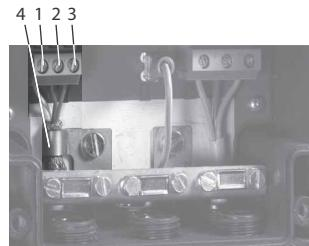

图 5 GENIbus 连接
参阅图 5，位置 4。
- 松开地线夹（图 5，位置 4）。
- 将导线连接到接线端子 A、Y 和 B（图 5，位置 1、2 和 3）。
- 连接地线夹下方的屏蔽电缆，并夹紧地线夹（图 5，位置 4）。